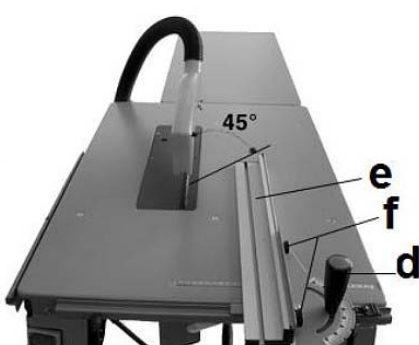

Fig. 10 : Montage de la butée
- Figure 10 : Utilisez 2 vis, 2 rondelles et deux écrous papillons (f) pour fixer le profilé en aluminium (e) sur le logement de la butée longitudinale.